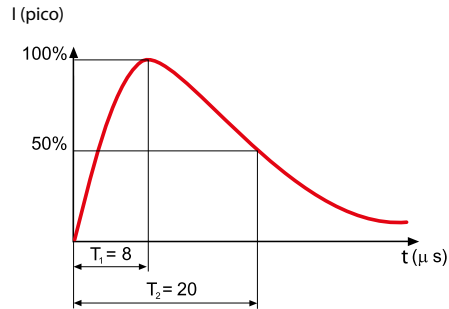

Figura 6: Forma de onda de corrente 8/20 μs
**Uoc:** Tensão de teste. Isto corresponde ao valor de pico da tensão em vazio do gerador de prova do tipo combinado; tem uma forma de onda de 1.2/50 μs (Figura 7) e é capaz de entregar simultaneamente uma forma de onda de corrente de 8/20 μs (Figura 6).